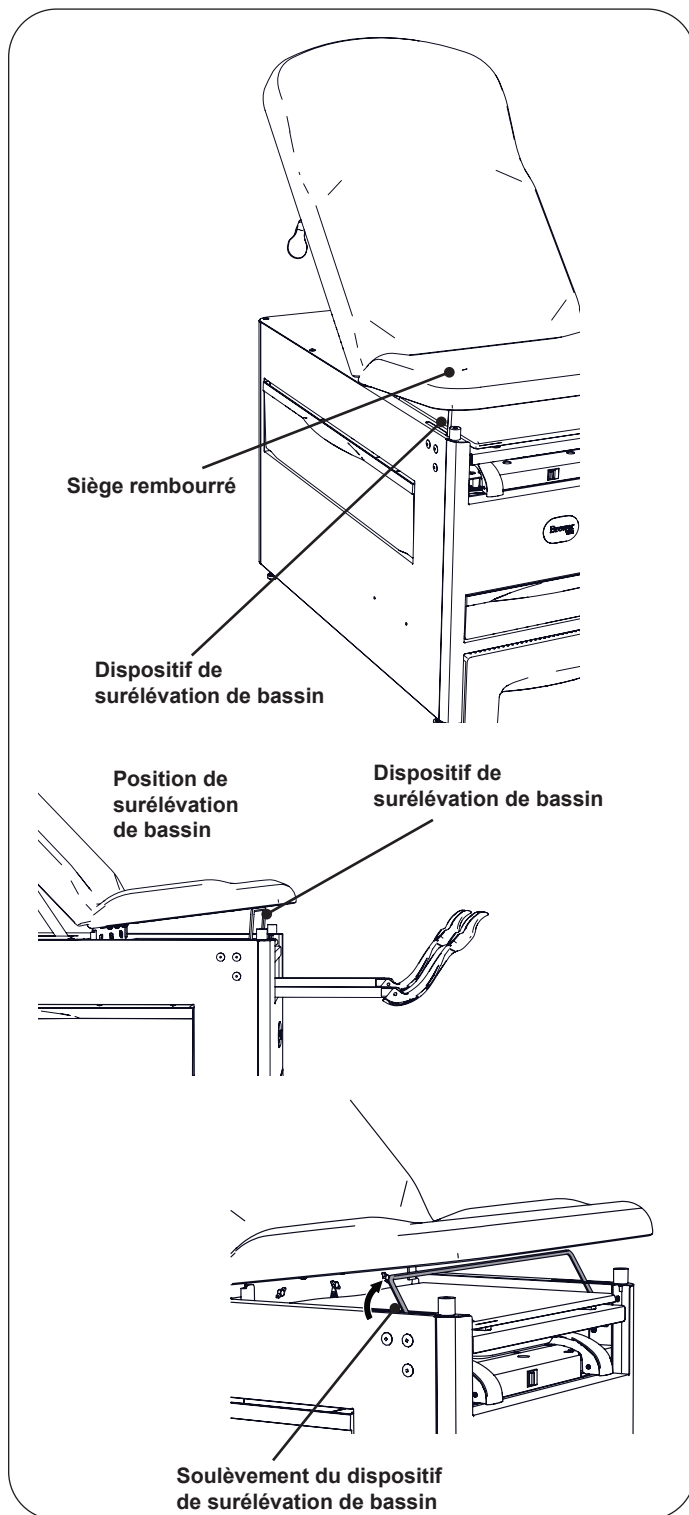

Figure 16. Barre de support de surélévation de bassin
1. Soulever le bord avant du siège rembourré (Figure 16).